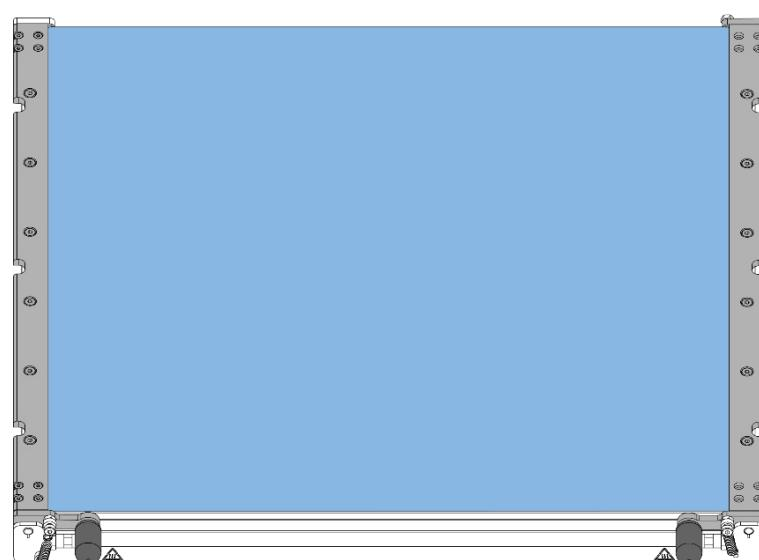

Рис. 62. Монтаж подогреваемой платформы - блокировка ручками
8. С помощью ручек (рис. 62, черные) закрыть боковые защелки (рис. 62, серые) и убедиться, что подогреваемая платформа со стеклом чистая.